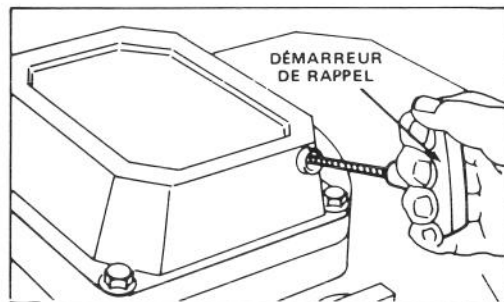

Figure 11
3. DAMARRAGE MANUEL — Placez la commande des gaz en position ETRANGLEUR (CHOKE). Tirez le démarreur manuel monté sur le moteur (Fig. 11) et réglez la commande des gaz selon le besoin quand le moteur démarre.
Note: Si la batterie est déchargée, le moteur peut être mis en marche à l'aide du démarreur de rappel (Fig. 11).